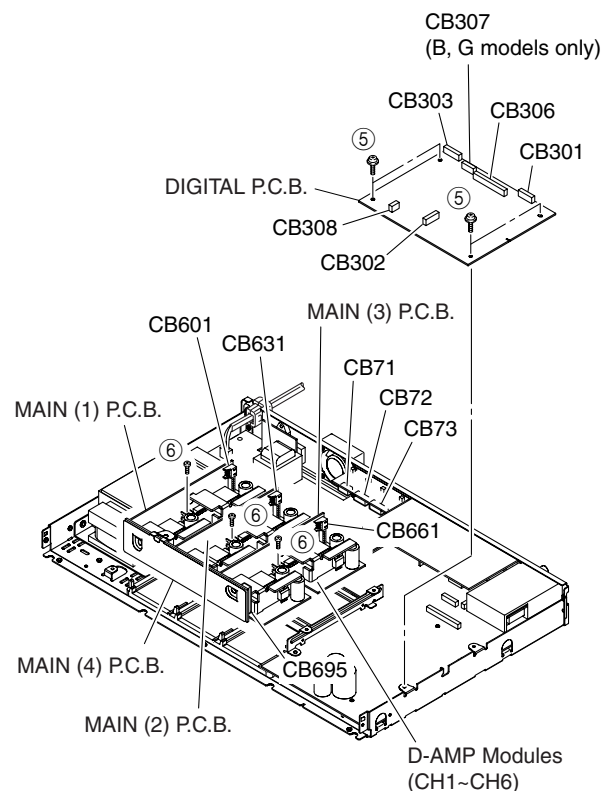

Fig. 2
### 3. Removal of DIGITAL P.C.B. (Fig. 2)
- Remove CB71 ~ 73, CB601, CB631, CB661 and CB695. (Fig. 2)
- Remove MAIN (1) ~ (4) and D-AMP Modules leftward. (Fig. 2)
### 3. DIGITAL P.C.B.の外し方 (Fig. 2)
- CB71～CB73、CB601、CB631、CB661、CB695を外します。(Fig. 2)
- MAIN (1)～(4)、D-AMP MODULEを左方向に取り外します。(Fig. 2)